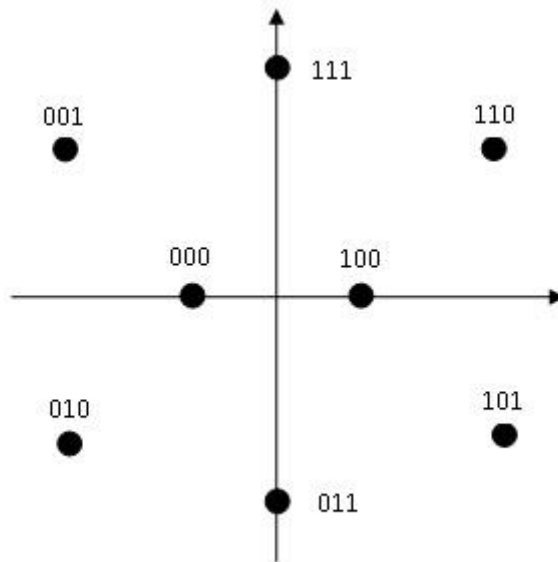

Рис. 44
– КАМ8-DS - 8-позиционный сигнал квадратурной амплитудной манипуляции, применяемый в модемах фирмы «Datum Systems» (рис. 44);